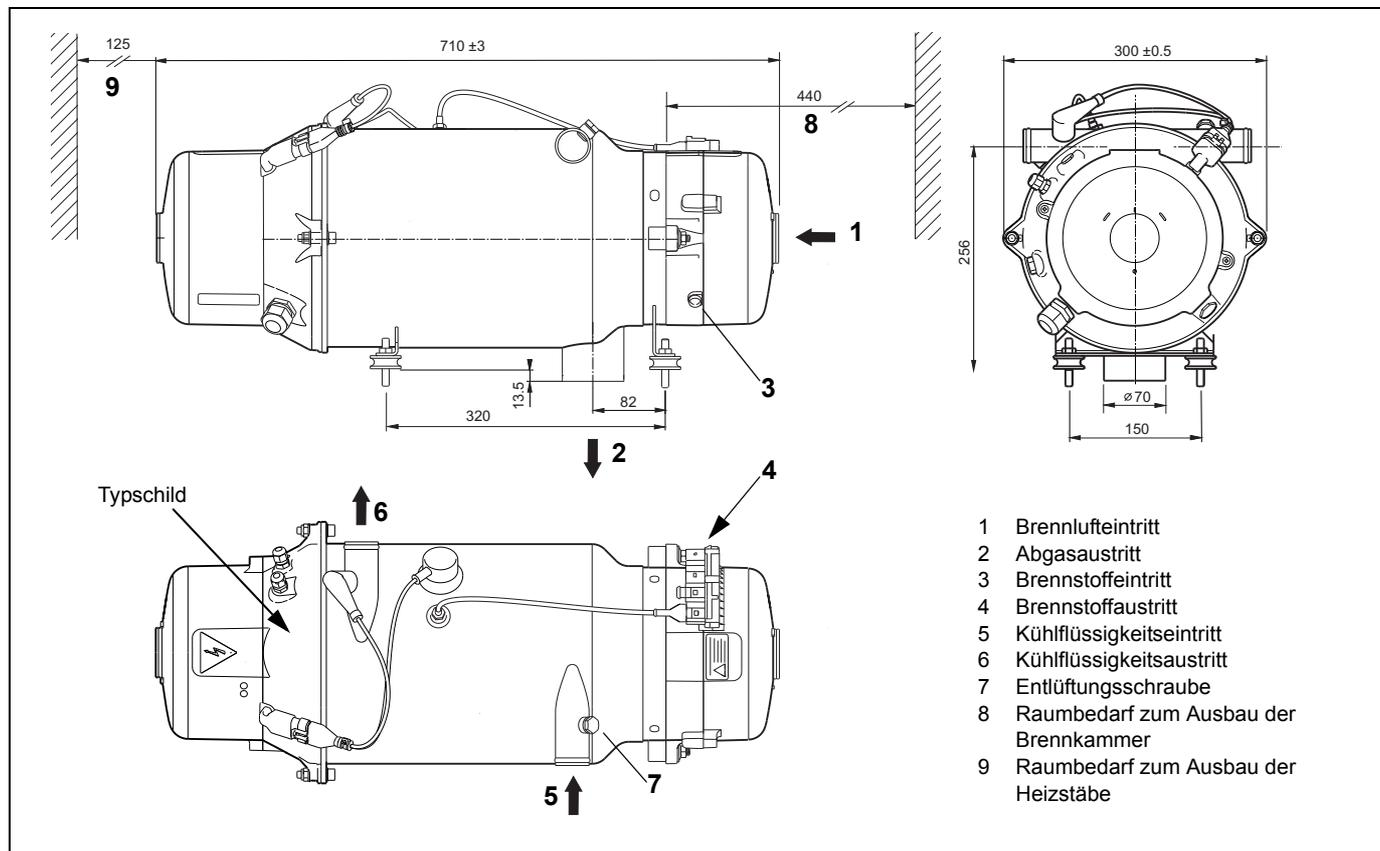

Bild 2: Abmessungen des Heizgerätes Thermo H plus (waagerechter Einbau)
- Beachten Sie den Raumbedarf für die Wartungszugänglichkeit (z.B. Ausbau der Brennkammer) (siehe Bild 2)
Das Heizgerät wird an das Kühlsystem des Fahrzeuges entsprechend Bild 2 und 5 angeschlossen. Die im Kreislauf vorhandene Kühlfüssigkeitsmenge muss mindestens 35 Liter betragen. Das Wasser im Heizkreislauf des Heizgerätes muss mindestens 30% eines Marken-Gefrierschutzmittels enthalten.
Zur Entlüftung ist die Entlüftungsschraube Pos. 7, Bild 2 nach dem Auffüllen des Systems und dem Einschalten der Pumpe zu nutzen.